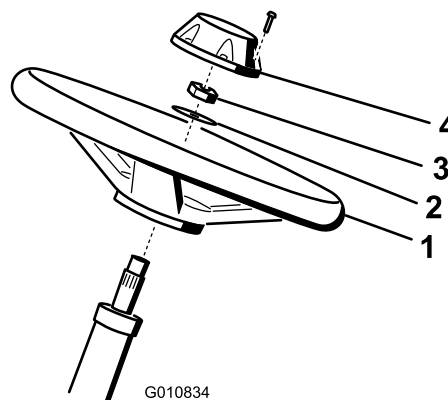

Figure 3
1. Glissez le volant sur l'arbre de direction (Figure 3).
2. Glissez la rondelle sur l'arbre de direction (Figure 3).
- Fixez le volant sur l'arbre au moyen d'un écrou de blocage serré à un couple de 27 à 35 N·m (Figure 3).
- Fixez le couvre-moyeu au volant avec une vis (Figure 3).